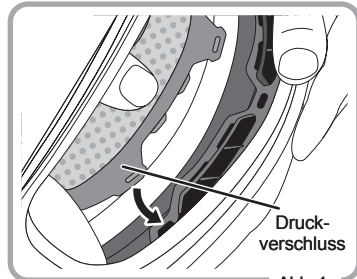

Abb. 1
1. Druckverschluss im Schläfenbereich wie in Abb. 1 dargestellt anbringen.